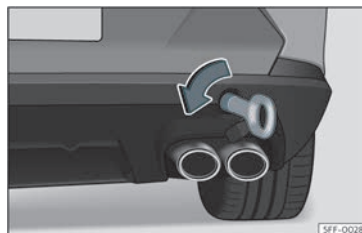

Fig. 46 A la part dreta del para-xocs del darrere: argolla de remolc enroscada.
- Enrosqueu l'argolla de remolc a l'allotjament girant-la al màxim **en el sentit contrari al de les agulles del rellotge»» fig. 46 »» ❶**. Utilitzeu un objecte adequat amb el qual pugueu enroscar completament i fermament l'argolla de remolc en el seu allotjament.
❶ COMPTE!